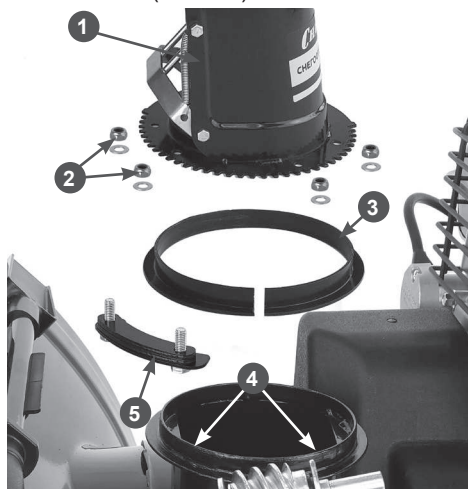

**Рис. 17 Регулировка длины тяги рычага переключения передач**
- если данное условие не выполняется, отсоедините нижний конец тяги переключения передач, ослабьте затяжку контргайки 2 на верхнем конце тяги 3 и произведите корректировку положения фрикционного колеса, выкручивая/закручивая тягу во втулку 1 крепления тяги (Рис. 17);